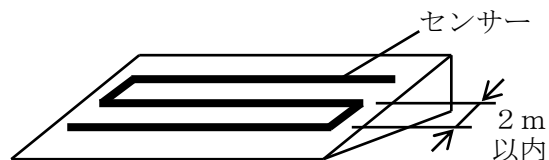

図6 布設面が傾斜している場合
- ・通常床面には傾斜があるので、区域毎に床面の傾斜方向に直角にセンサーを布設する。(図6)